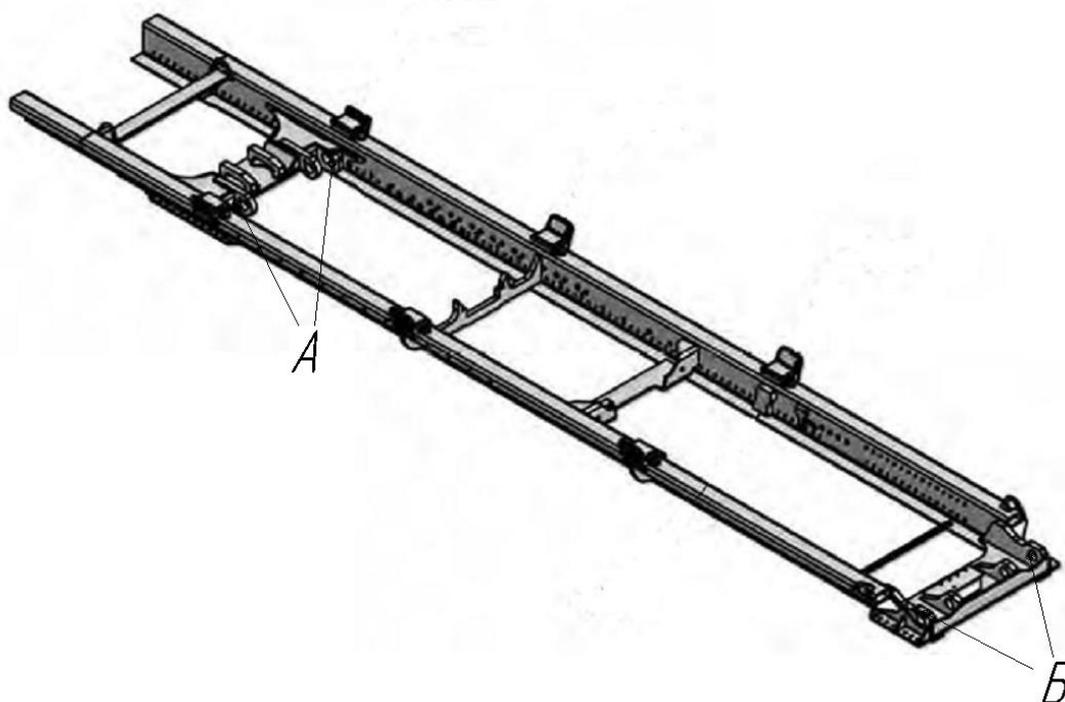

Рисунок 1.6 – Надрамник
1.2.1.1 Надрамник – сварная конструкция (рисунок 1.6). Лонжероны и балки – из листового проката. На надрамнике имеются проушины с отверстиями «А» для присоединения гидроцилиндров подъема передней рамы и проушины с отверстиями «Б» для присоединения задней рамы, а также короб для установки гидрораспределителя, кронштейн напорного фильтра и кронштейны крепления компонентов гидрооборудования.